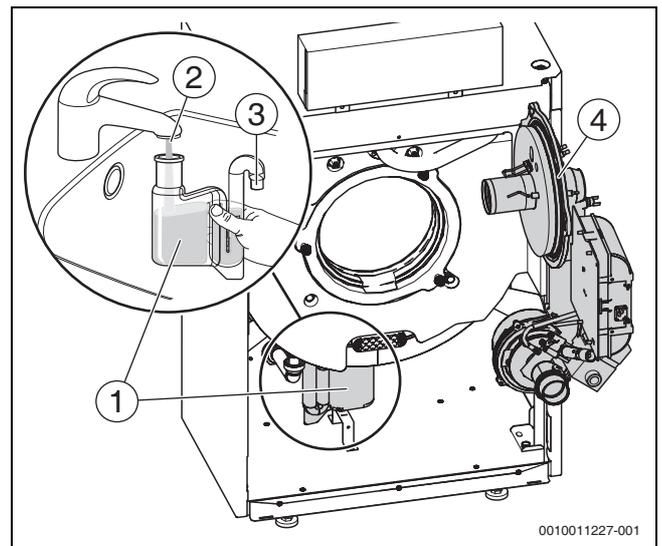

Fig. 75 Pulizia del sifone
- ▶ Prima del montaggio del bruciatore verificare che l'o-ring sia nella sua giusta sede (→ fig. 75, pag. 43[4]) ed eventualmente correggere la sua posizione.